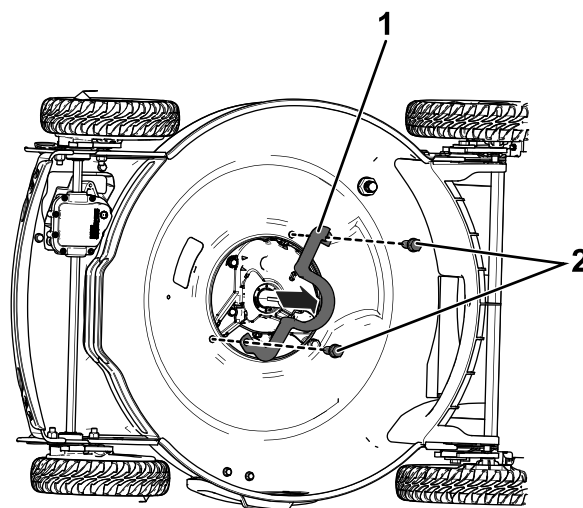

Figur 4
8. Fjern begge remmene fra knivdrivverket, og fjern og ta vare på knivdrivverket (Figur 4).